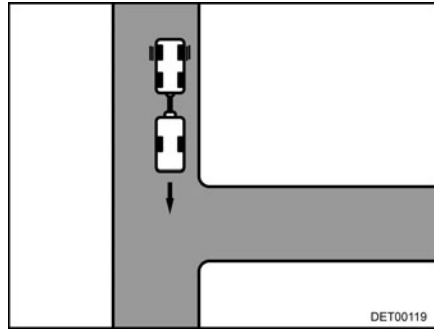

Fig. 11 Manoeuvre à effectuer
- Se déplacer vers l'entrée, jusqu'à ce que l'arrière de la caravane se trouve, à peu près, à la hauteur de l'entrée (Fig. 11).